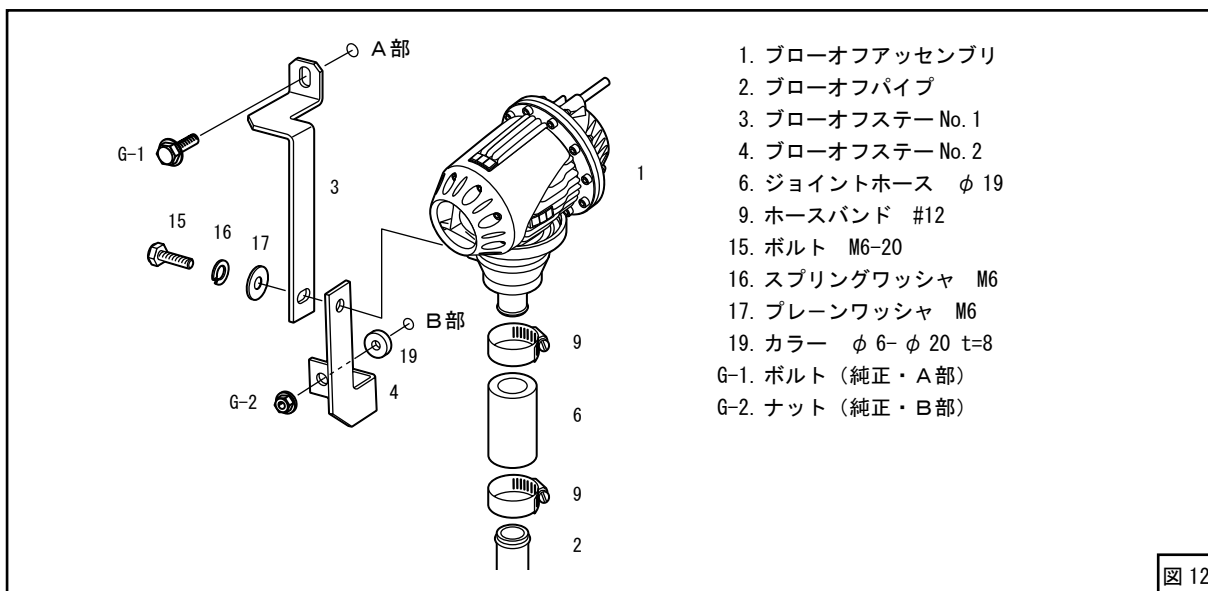

図 10
- (9) ブローオフアッセンブリをブローオフパイプのφ19ニップル部に接続してください。(図10、図12)